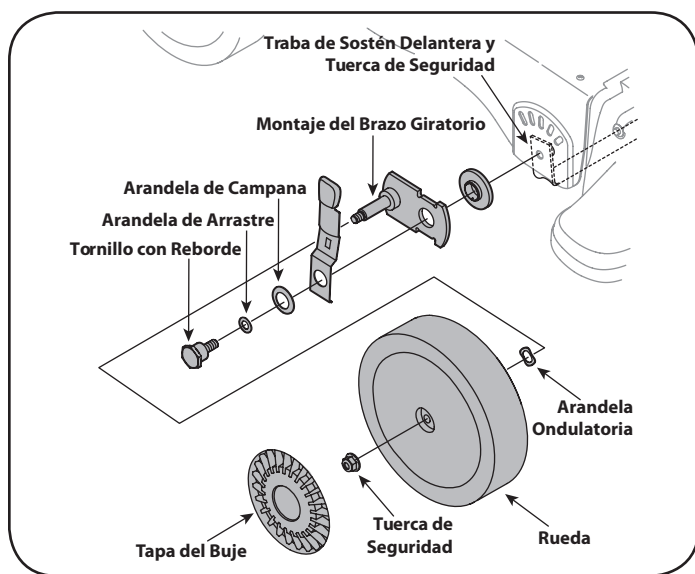

Figura 20
4. Saque las tapas de buje delanteras, las tuercas de seguridad de brida, las ruedas delanteras y las arandelas ondulatorias que van unidas a los montajes del brazo giratorio. Vea la Figura 20.